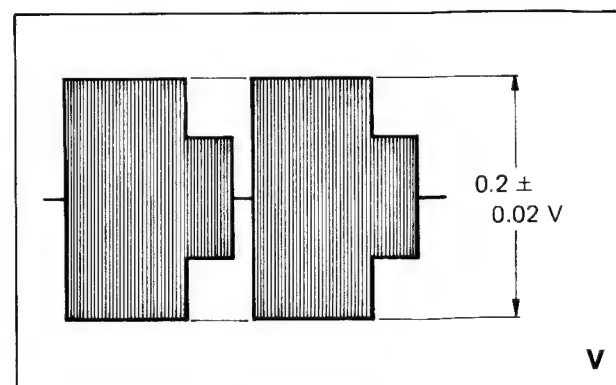

Bild 3-32
2. Tastkopf an TP 201, mit R 278 0,2 Vss einstellen (Bild 3-32).